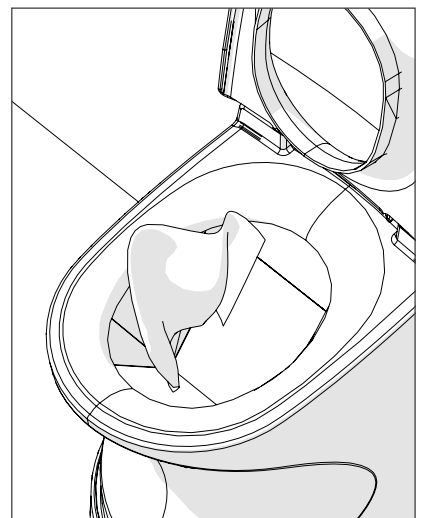

Bild 8
3. Rengör skålen med en mjuk trasa (bild 8). Det går också att använda papper som kan släppas ner i brännkammaren efter rengöring. Stäng sedan toalettlocket. Luckan till brännkammaren stängs.